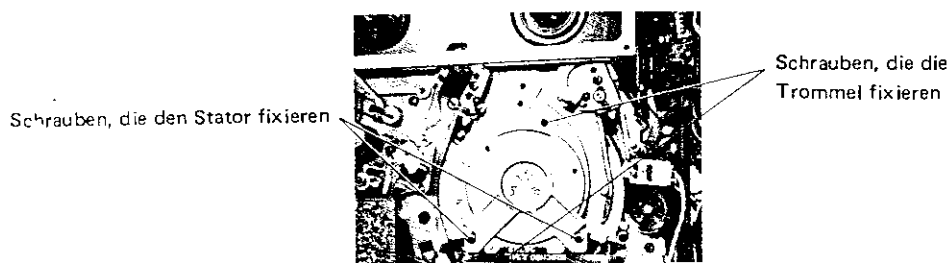

Abb. 2-33
5. Die beiden Schrauben, die die Trommel fixieren, entsprechend Abb. 2-33 herausdrehen. Die untere Trommel festhalten und Trommel langsam nach oben herausziehen.
- Die beiden Befestigungsschrauben des Stators in Abb. 2-33 herausdrehen, anschließend die Befestigungsschrauben des Posistors. Nun kann der Stator ausgebaut werden.
- Stator und Trommel müssen entsprechend Abb. 2-33 mit den beiden Statorschrauben zusammengefügt werden. Anschließend muß der Posistor an die untere Trommel angeschraubt werden.
- Die Trommel vollständig in die Bohrung einführen und entsprechend Abb. 2-33 mit zwei Schrauben fixieren.